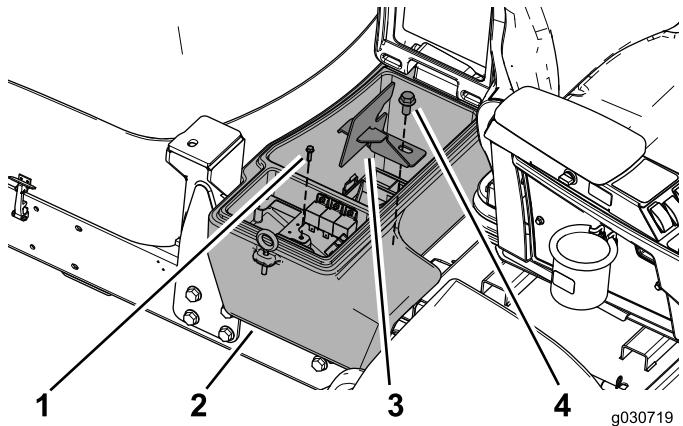

図 22
- ワイヤハーネスプレートをねじで機体に固定し、バッテリーコンパートメントのクランプとボルト $\frac{1}{2} \times 1$ インチでバッテリーコンパートメントを機体に固定する図 22。